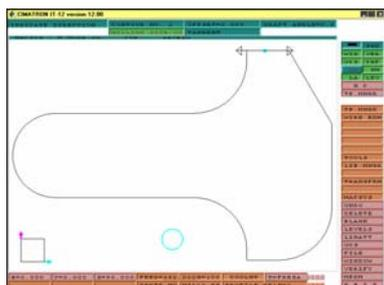
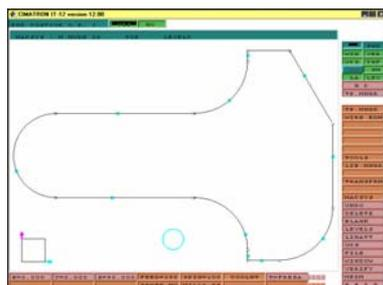

Рисунок 36
Рисунок 37
26. Указываем курсором на ребро, появляются стрелки (рис.36). Выбрав направление, обходим весь контур и нажимаем YES (рис.37).